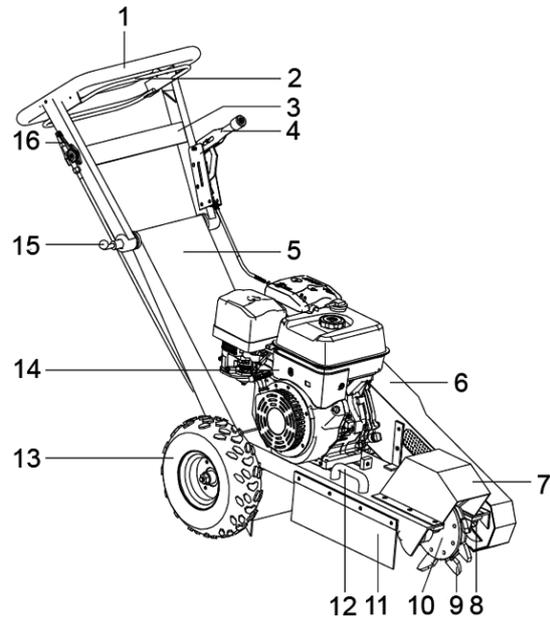

Abb. 13: Gesamtmaschine Wurzelfräse BSF-15
Wurzelfräse BSF-15 (Abb. 13)
Der Wurzelfräse BSF-15 (Abb. 13) besteht aus:
Motorschalter (5): Hier wird der der Motor ON/EIN und OFF/AUS geschaltet. In Gefahrensituationen den Not-Halt-Bügel (2) (1 - Abb. 13) loslassen und den Motorschalter aus OFF/AUS drehen. Der Motor schaltet ab (Zündung kurzgeschlossen).